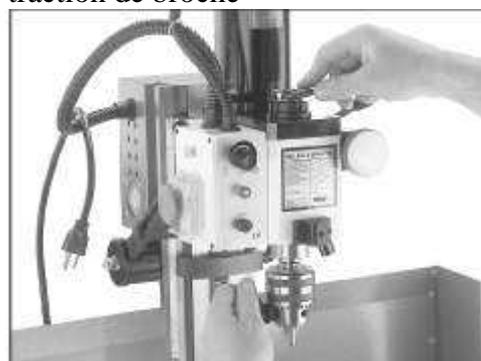

Figure 9 Enlever le capuchon de broche de fraisage/perçage
3. Utilisez une clé de 19 mm, comme illustré dans la **figure 9** pour enlever l'écrou de traction de broche